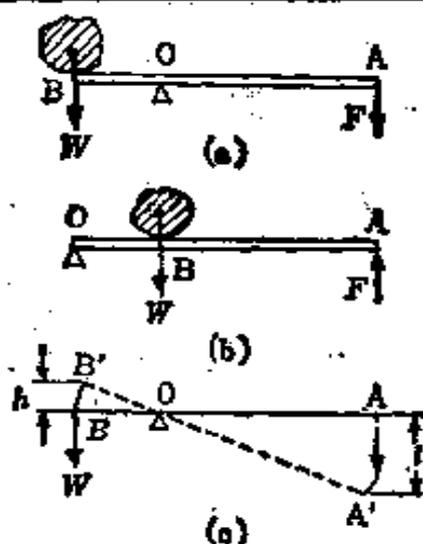

图 1.37 杠杆的作用
**【例题】** 使用长为1m的杆以15kgf的力，如图1.37 (a)所示移动重量为90kgf的物体，问支点的位置选在那里合适？
**【解答】** 将  $W=90\text{kgf}$ ,  $F=15\text{kgf}$ ,  $OA=1-OB$  代入 (1) 式，得
【例题】 要利用长为2m的杠杆搬动重量为135kgf的钢琴，如图1.37(a)所示。问钢琴应当位于何处才适宜？还有，要把钢琴举高10cm，问力点A应移动多少cm？设力 $F=15\text{kgf}$ 。